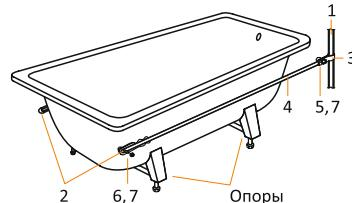
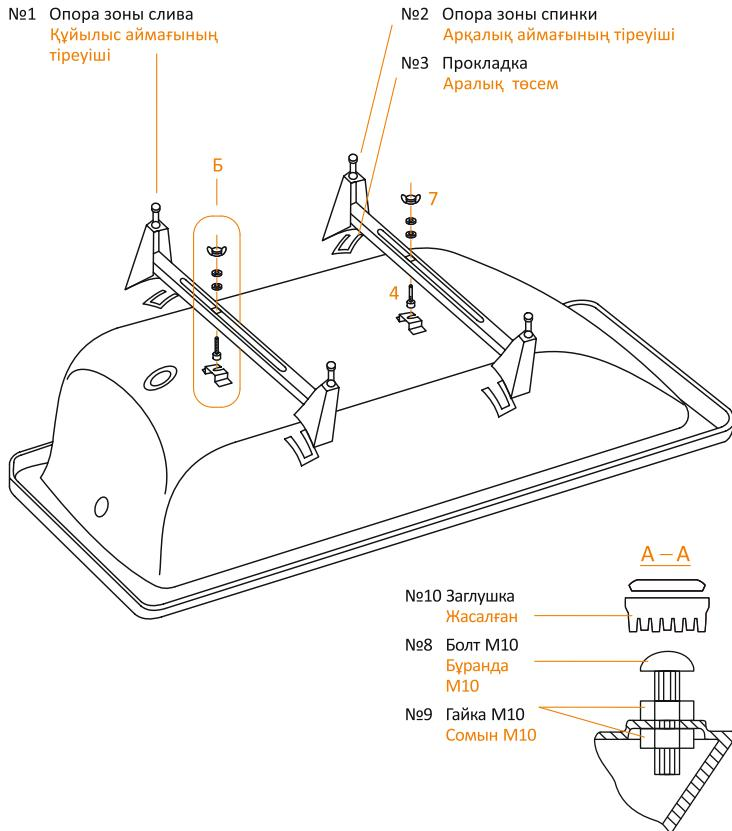

РИСУНОК 1
РИСУНОК 2
2. Установите болты M10x50 с гайками M10 на обе опоры, как показано на рис. 1 (разрез А-А). Наденьте пластиковые заглушки (поз. 10) на головки болтов.
5. Установите опору с соответствующей маркировкой со стороны отверстия слива (см. рис. 1 разрез Б и рис. 2): наденьте опору на установленный в отверстие скобы болт M6x30..40, предварительно установив прокладки на радиусные поверхности опоры.